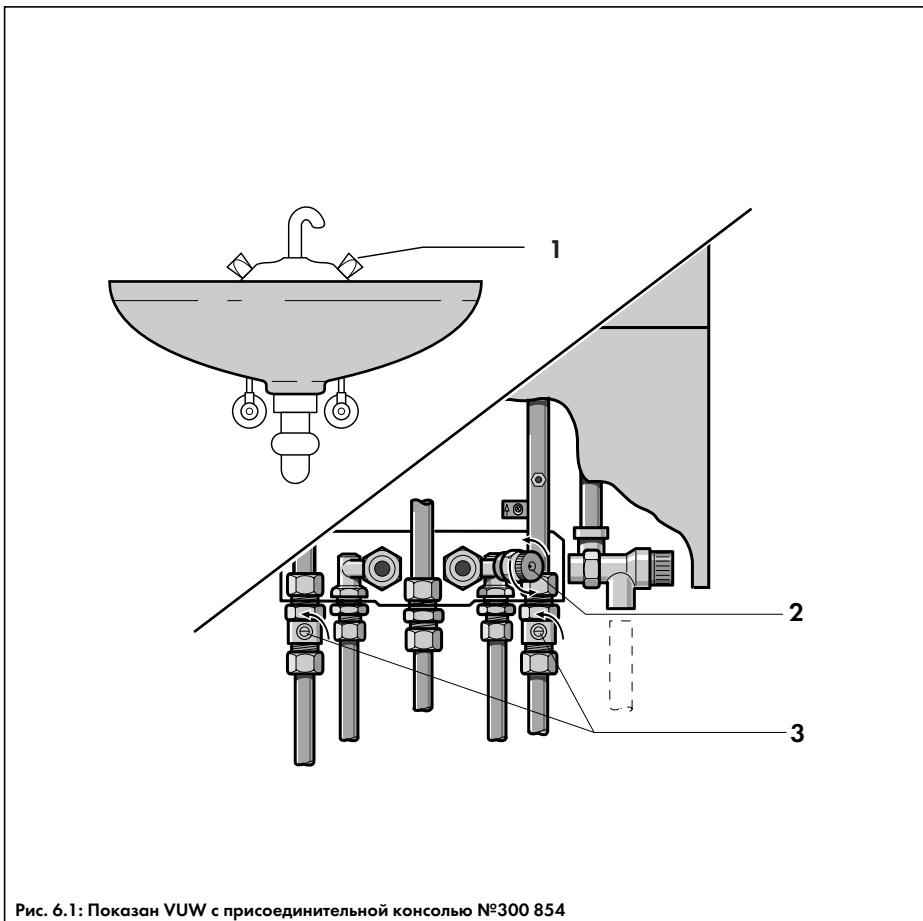

Рис. 6.1: Показан VUW с присоединительной консолью №300 854
- Открыть сервисные краны на присоединительной консоли аппарата (3, рис. 6.1);
- Открыть все вентили отопительной установки и сервисные краны (3, рис. 6.1). Полностью спустить воду из отопительной установки и самого аппарата, открыв сливные краны (желательно, сечением не менее 1/2"), которые должны быть предусмотрены в нижней точке системы отопления. Краны необходимо открывать полностью, чтобы удалить перед пуском аппарата всю грязь, попавшую или образовавшуюся в системе отопления при монтаже.
- Полностью открыть кран горячей воды (1, рис. 6.1) на водоразборной точке. Аппарат перейдет в режим приготовления горячей воды;